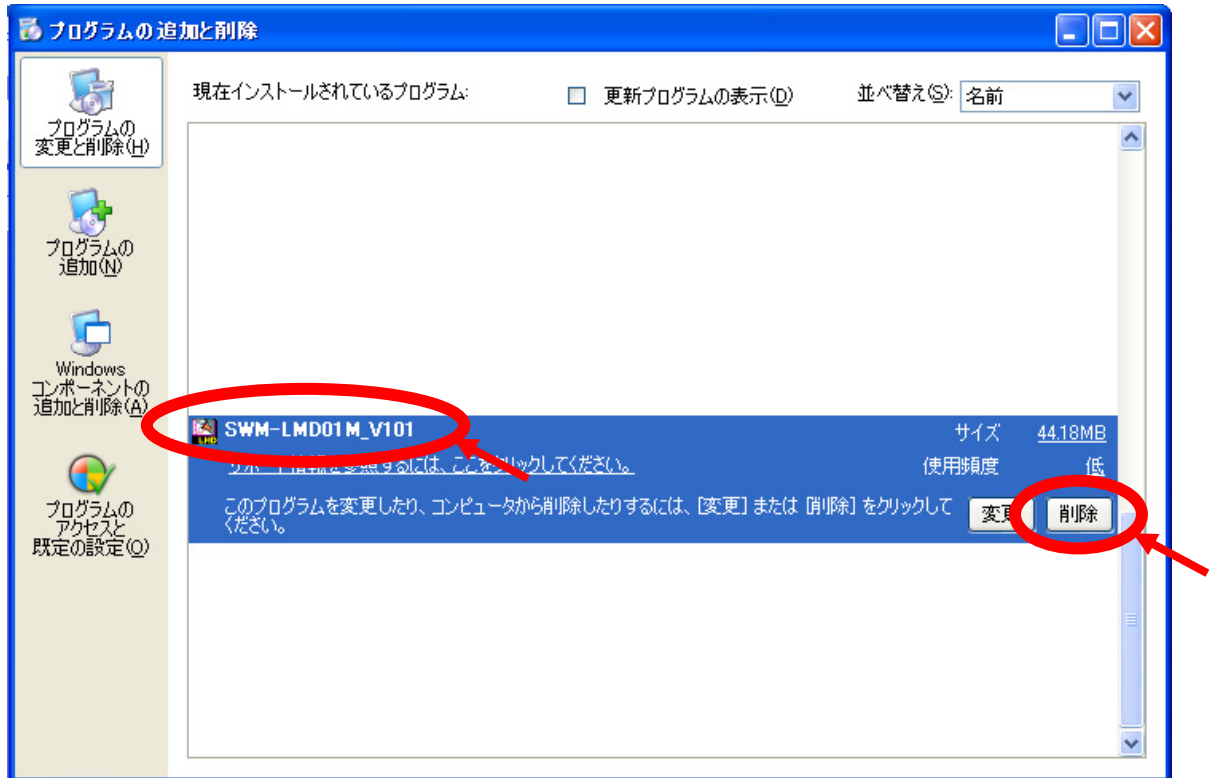

図1.3-3
- (6) アプリケーションリスト (図1.3-3)から "SWM-LMD01M_Vxxx" が削除されたことを確認してください。